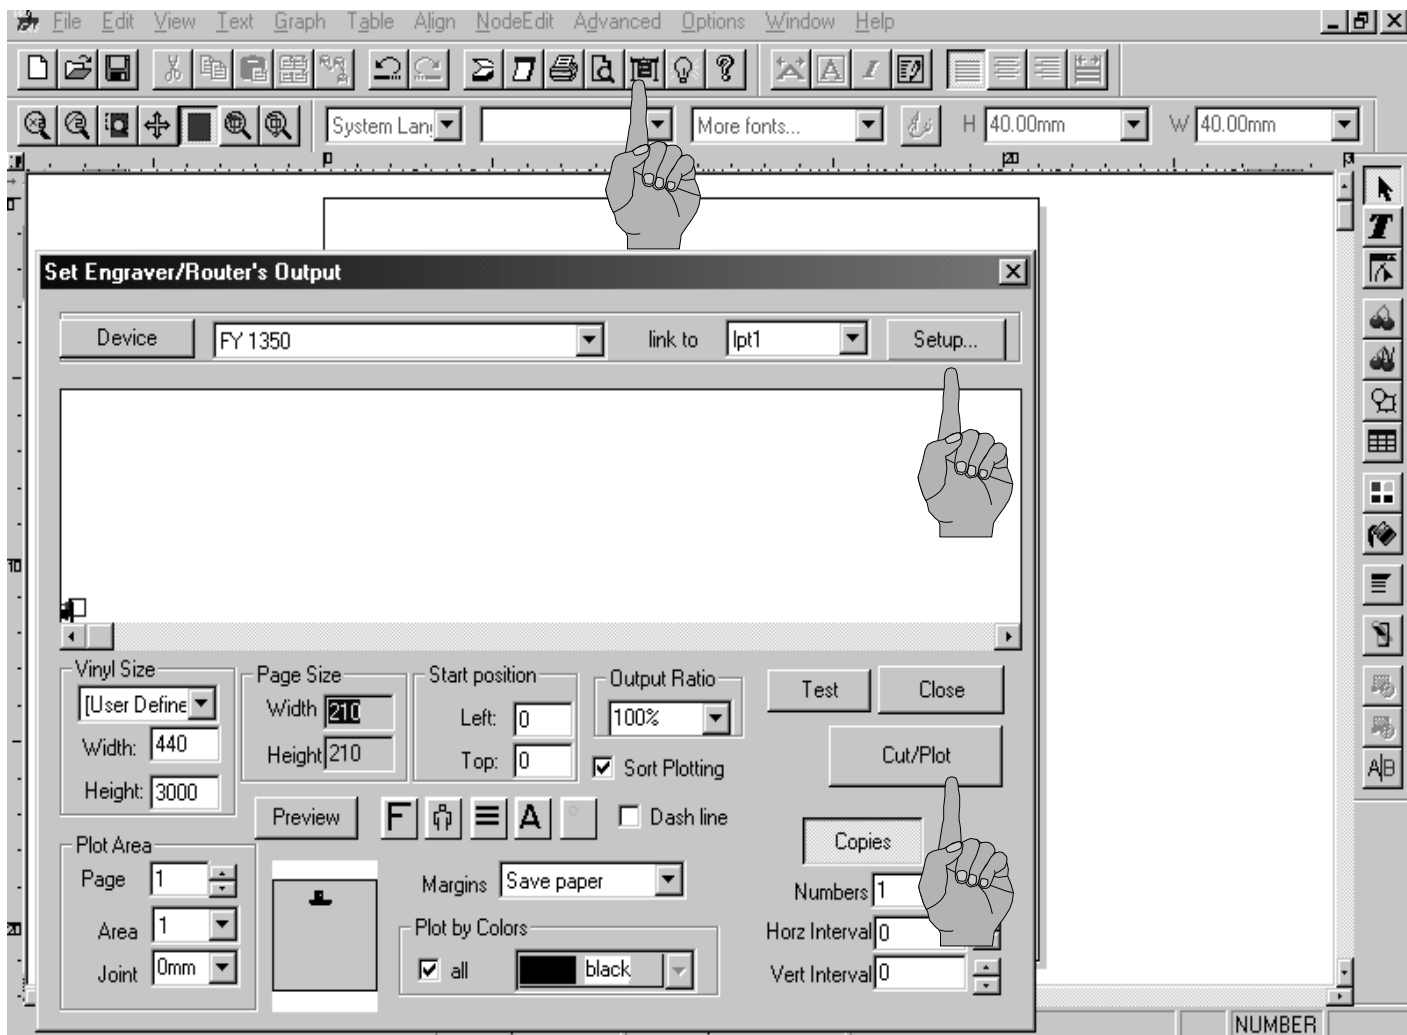
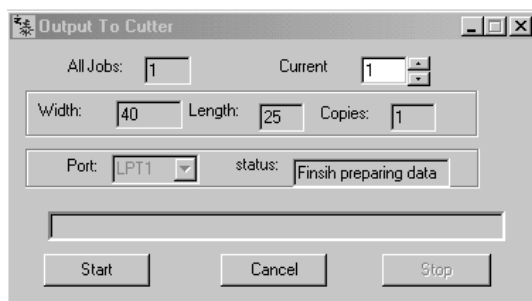

Рис. 3
Рис. 7
4. Для перехода в меню настройки плоттера нажмите на клавишу “Cut/Plot”  появится окно “Set Engraver/Router’s Output” (см. рис.3).
5. Для настройки параметров плоттера: коррекции углов “SharpAngle” и замыкания контура “Close”, в окне “Set Engraver/Route’s Output” нажмите клавишу “Setup...” (см. рис.3), появится окно настройки “Device Setup” (см. рис.5).
6. После настройки всех параметров, нажмите клавишу “Cut/Plot” (см. рис.3). В появившемся окне “Output To Cutter”, нажмите клавишу “Start” (см. рис.7).